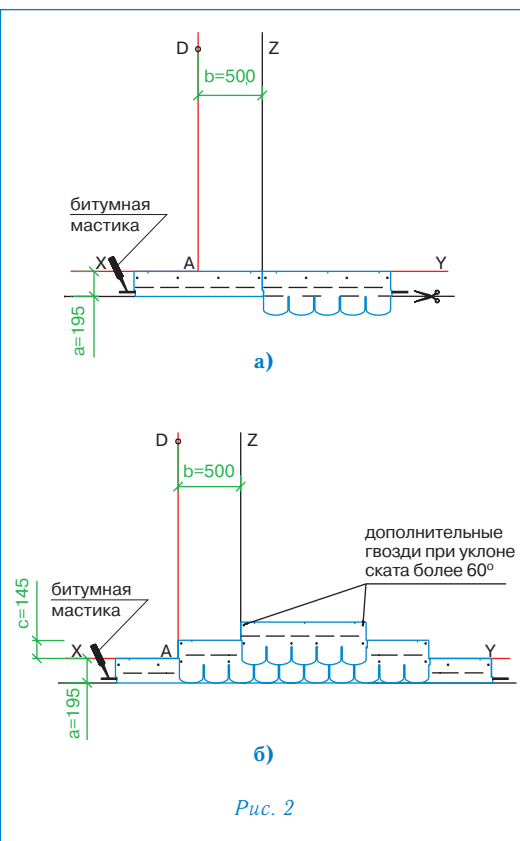

Рис. 2
**Внимание:** в случае, когда панели ТЕГОСОЛАР начинают монтировать не от карниза, особое внимание следует уделить местам нахлеста панелей на поверхность основной черепицы ТЕГОЛА. Гвозди, которыми была закреплена основная черепица, должны быть закрыты, поэтому укладка панелей ТЕГОСОЛАР в этом случае начинается ниже линии крепления черепицы. Уровень этой линии для некоторых моделей черепицы ТЕГОЛА приведен на рис. 3е. Далее разметку и укладку панелей ТЕГОСОЛАР следует выполнять согласно рис. 2 и рис. 3.
### Укладка материала (рис. 2)
- Начальный ряд формируется из листов черепицы ТРАДИШНЛ обрезанных по линии, образованной конечными точками вырезов. Полученные таким образом полосы шириной 19,5 см укладываются по линии карниза в обе стороны от линии Z (рис. 2а) и фиксируются по нижнему краю битумной мастикой, а по верхней кромке 4 гвоздями (ось гвоздей на 5 см ниже верхнего края полосы);
- далее первый ряд черепицы укладывается от линии AD (рис. 2б);
- второй ряд укладывается от линии Z (со смещением 50 см от AD) (рис. 2б);
Каждый лист черепицы ТРАДИШНЛ крепится 4 гвоздями (ось гвоздей на линии битумных клеевых полос) таким образом, чтобы гвоздь прошивал и верхний край нижележащего листа черепицы (рис. 2б).